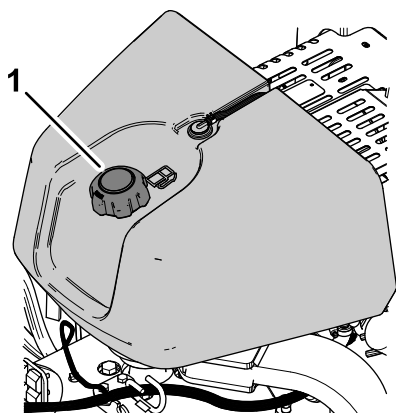

Рисунок 29
2. Очистите область вокруг крышки топливного бака и снимите крышку (Рисунок 29).